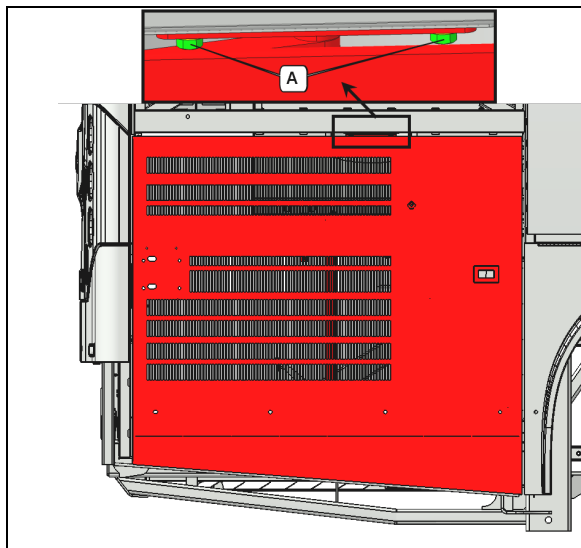

Figure 50:
- Assurez-vous que les boulons A sont bien serrés (Figure 50):.